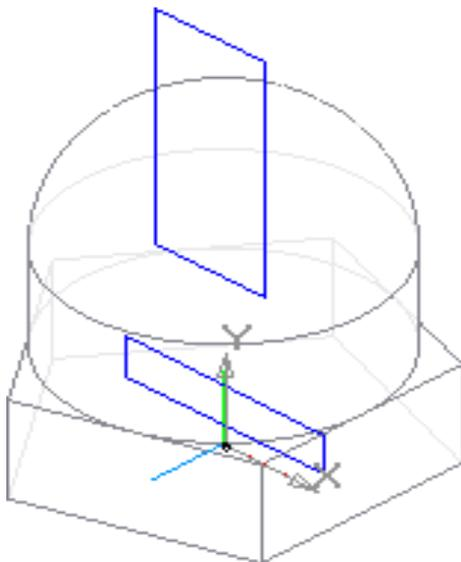

Рис. 5.37
10. Формирование вырезов также начинаем с эскизов, для которых конструктивной плоскостью будет координатная плоскость **XY**. В ней изображаем два прямоугольника (рис. 5.37).